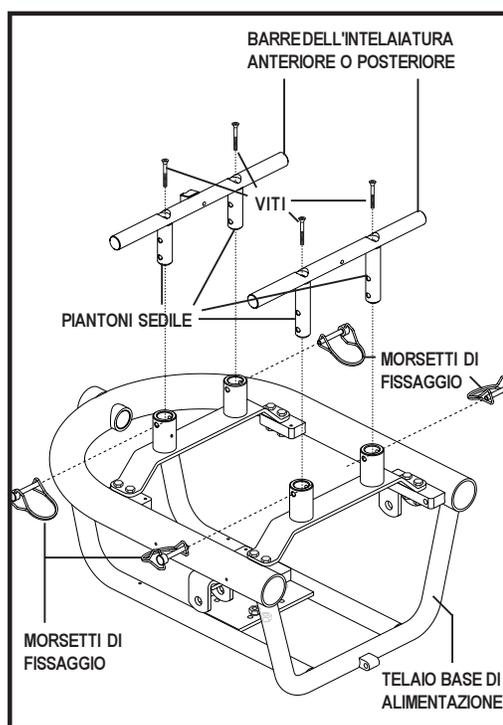

Figura 11. Barre dell'intelaiatura anteriore o posteriore
7. Allentare le viti di unione delle barre dell'intelaiatura anteriore o posteriore ai piantoni del sedile. Vedere figura 11.
8. Rimuovere i morsetti di fissaggio che bloccano i piantoni del sedile sulla base di alimentazione. Vedere figura 11.